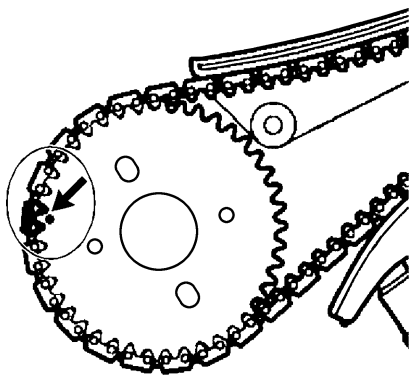

图16-8 对准右侧凸轮轴齿轮正时标记
5) 将右侧凸轮轴齿轮安装正时链条上, 安装时, 要确保右侧凸轮轴齿轮上的正时标记对准正时链条两个染色链节的中间, 如图 16-8 所示。